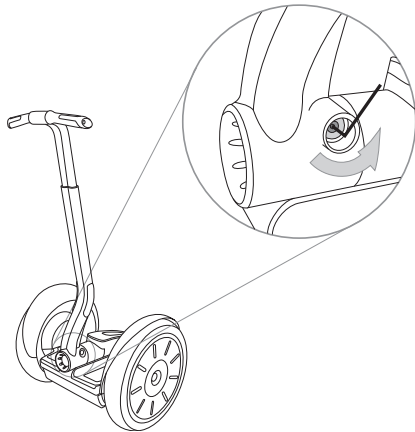

Abbildung 1. Die LeanSteer-Rahmensicherungsschraube entfernen
2. Ausbau des LeanSteer-Rahmens: Drehen Sie die Befestigungsschraube des LeanSteer-Rahmens mit dem 5-er-Inbusschlüssel heraus. Siehe Abbildung 1.